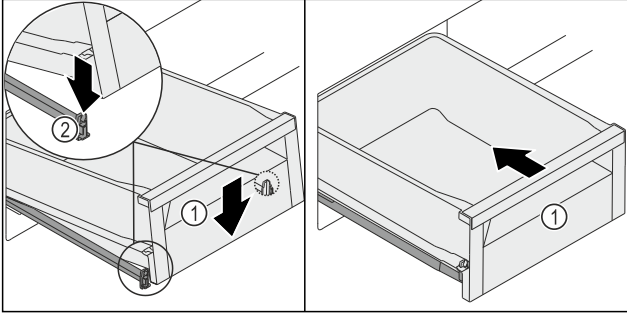

Fig. 129
- Çekmeceyi Fig. 129 (1), çekmece sağ ve soldan bağlantıya Fig. 129 (2) kayacak şekilde önden indirin.
- Çekmece Fig. 129 (1) duyulur bir şekilde yerine yerleşir.
- Çekmeceyi Fig. 129 (1) içeri itin.